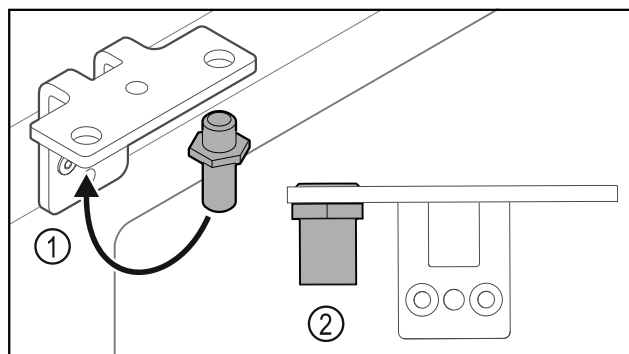

Fig. 33
- ▶ Přesaďte čep Fig. 33 (1) v úhelníku závěsu.
- ▶ Utáhněte čep Fig. 33 (2) **utahovacím momentem 12 Nm**.